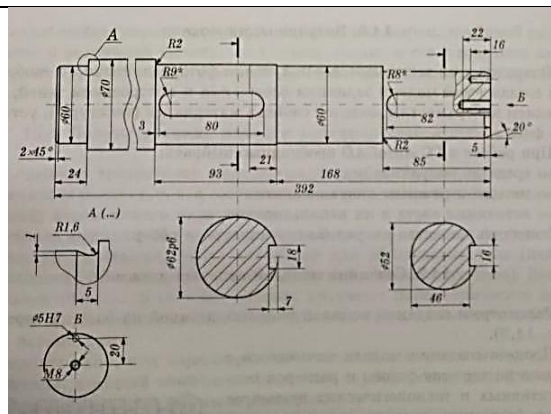

Рисунок 2 – Чертеж вала
- 2 Создать 3D модель вала в САПР КОМПАС-3D согласно чертежа рис.2